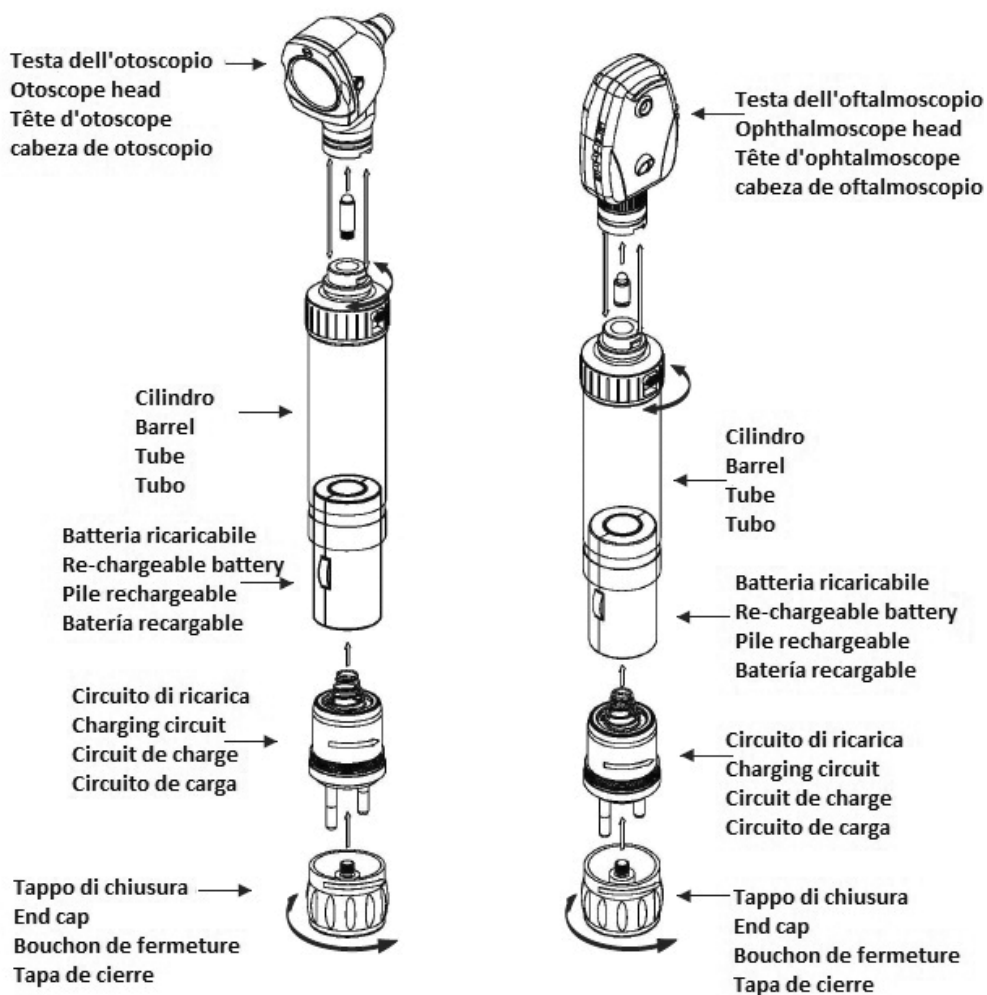

Fig.5
Dévissez le capuchon de l'extrémité en le tournant dans le sens inverse des aiguilles d'une montre. Ouvrez la protection de la fiche située dans la partie inférieure du manche en la tournant dans le sens inverse des aiguilles d'une montre. Introduisez la batterie rechargeable dans le manche. Fermez maintenant la protection de la fiche en la tournant dans le sens des aiguilles d'une montre, puis visser le capuchon en le tournant dans le sens des aiguilles d'une montre, comme en fig.5. La poignée peut maintenant être utilisée. Ces actions sont également valables pour le remplacement de la batterie.
5. Avant de l'utiliser à des fins de diagnostic, il faut monter la batterie dans le manche de la manière illustrée dans l'assemblage (fig.5).